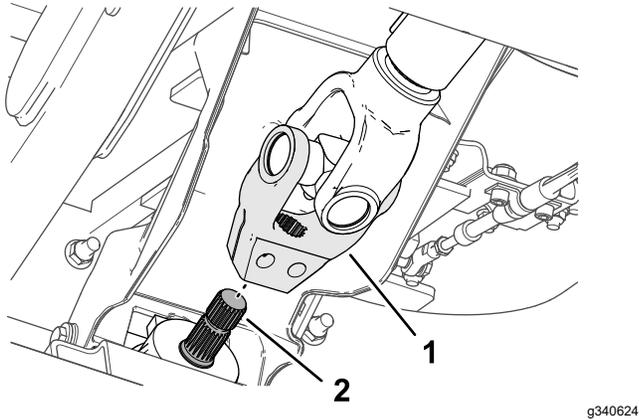

图 18
5. 将驱动轴轂中的花键与附件输入轴 图 18 的花键对齐然后将轂滑过轴。